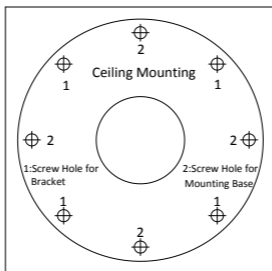

Abbildung 2-1 Bohrschablone
1. Bohren Sie anhand der mitgelieferten Bohrschablone (wie in Abbildung 2-1 dargestellt) das Schraubenloch und die Kabelöffnung.